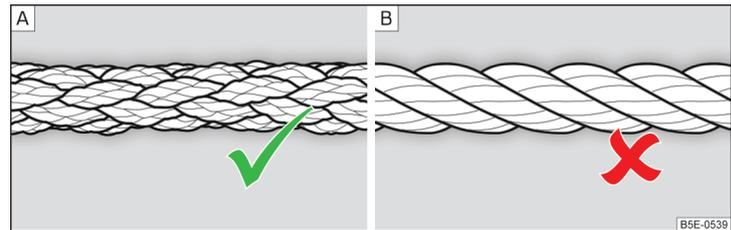

Fig. 189 Corda de reboque trançada / Corda de reboque enrolada
Para o reboque com um cabo de reboque, utilizar apenas um cabo de fibra trançado » Fig. 189 - **A** » .
- Para o reboque não utilizar um cabo de reboque enrolado » **Fig. 189** - **B**, o olhal de reboque pode retirar-se do veículo - existe perigo de acidente.